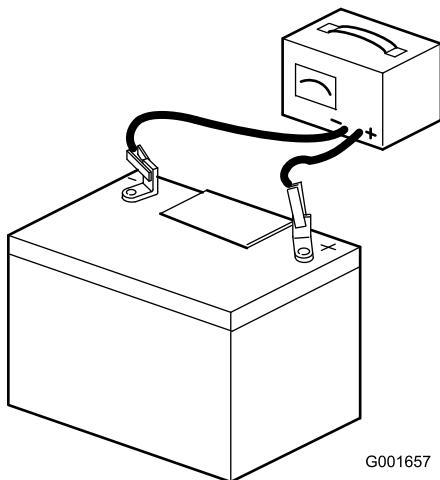

Figura 41
3. Cuando la batería esté completamente cargada, desconecte el cargador de la toma de electricidad, luego desconecte los cables del cargador de los bornes de la batería (Figura 41).